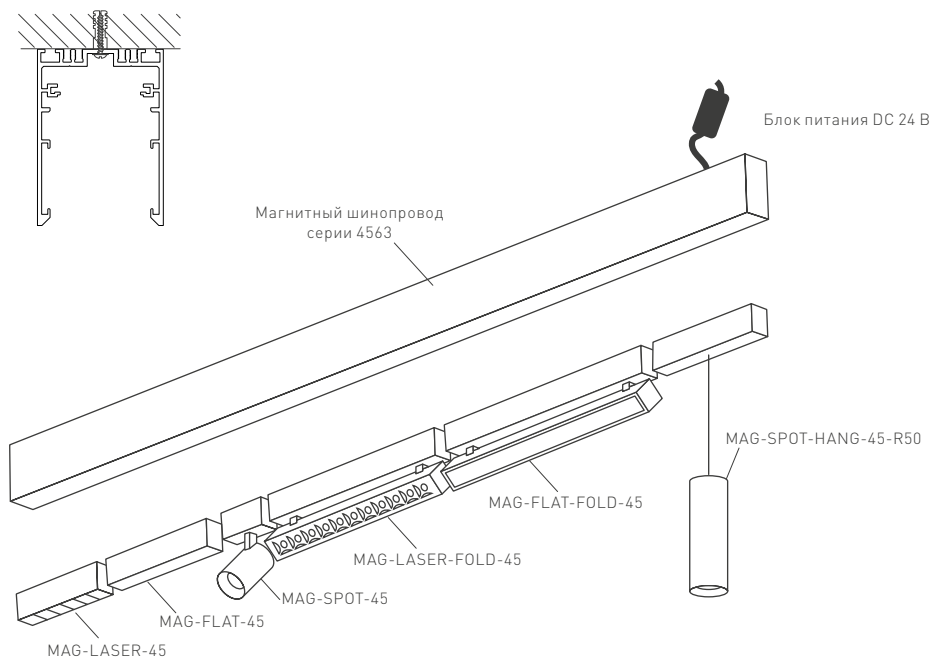

Рис. 2. Установка шинопровода на поверхность
- 3.3. Закрепите шинпровод на поверхности, как показано на рис. 2.